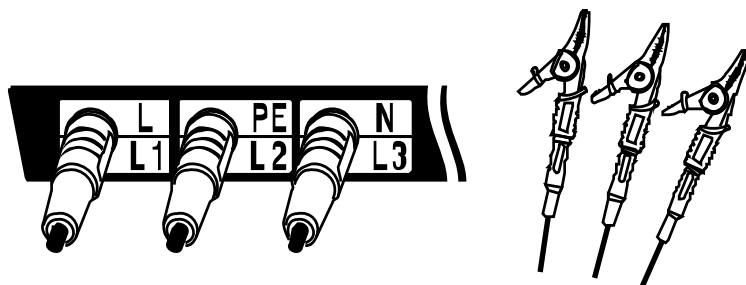

Fig.8-1
2. Conecte los Cables de medida al instrumento. (Fig.8-1)